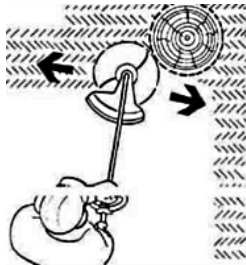

Рисунок 12
4.3.6 Не допускайте стику головки і тримерної жилки з дротами огорож, камінням, бордюрами, твердим покриттям доріжок і подібних предметів, для запобігання передчасного зносу (вкорочення) тримерної жилки, пошкодження головки та появи травм. Не допускайте торкання працюючим інструментом стовбурів дерев, чагарників та інших насаджень для запобігання їх пошкодження (рис.12).